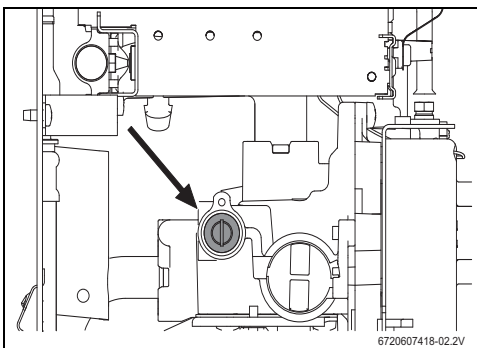

Fig. 14 Vite per regolazione della pressione massima
- ▶ Togliere il sigillo della vite (Fig. 14).
- ▶ Regolare la pressione mediante la vite (Fig. 14) attenendosi ai dati di pressione esposti nella tabella 6.